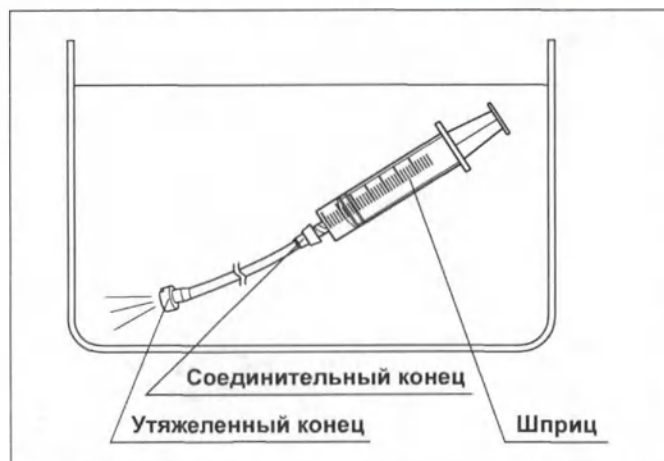

Рисунок 6.14
- 1 Полностью погрузив шприц и адаптер для аспирационной очистки в воду, медленно наполните шприц водой, прижмите его к соединительному концу адаптера для аспирационной очистки и промойте адаптер 30 миллилитрами воды. (см. рис. 6.14)